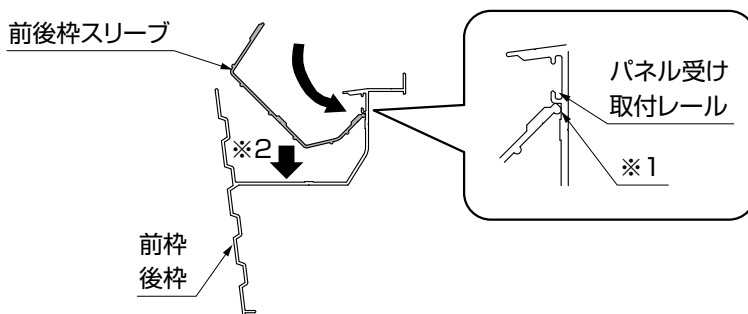
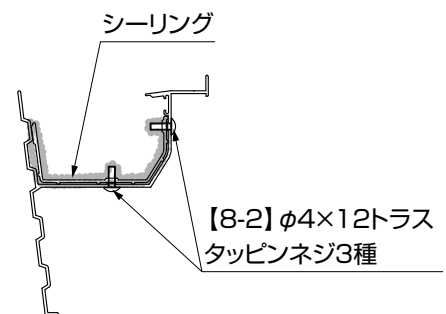

図4-6
図4-7
- ①前後枠スリーブの取付け方向を確認してください。
- ②前後枠スリーブの先端と前枠・後枠のパネル受け取付レール下側に押当て(※1)、前後枠スリーブを前枠・後枠下面に押し(※2)はめ込んでください。(図4-6参照)
- ③前枠・後枠と前後枠スリーブの孔位置を合わせ、【8-2】で取付けてください。
- ④前枠・後枠と前後枠スリーブのすき間と全ての【8-2】のまわりにシーリング材を充てんしてください。(図4-7参照)